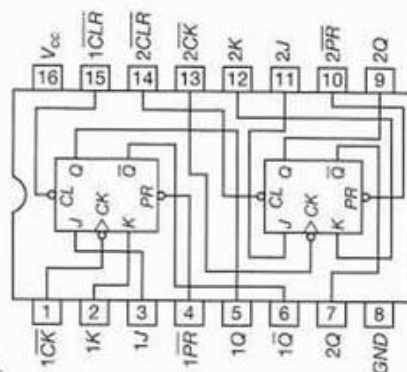

Fig. 14.22. Esquema interno del 74112.
- El **74xx112** es un biestable JK síncrono, activo con los flancos de bajada de la señal de reloj, y que tiene entradas asincrónicas de PRESET y CLEAR. Su esquema interno es el siguiente (Fig. 14.22):